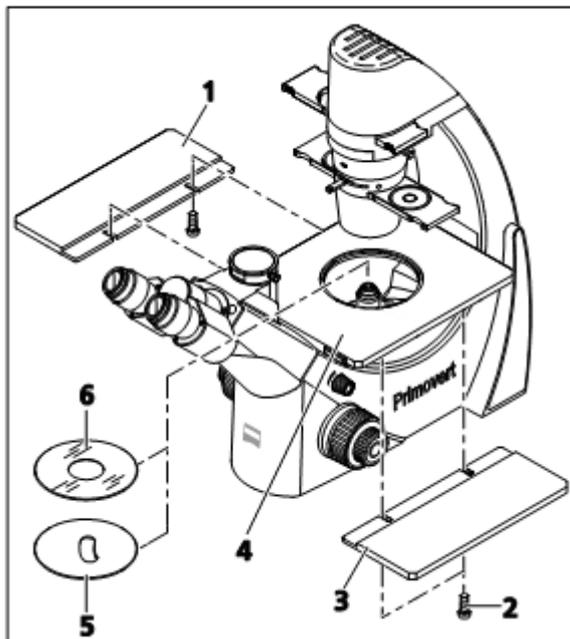

图 7 插入载物台嵌板和连接载物台扩展板
- 将金属嵌板（图 7/5）或玻璃嵌板（图 7/6）插入样本载物台，
- 如果载物台大小不够，可以将载物台扩展板（图 7/1 和 3）添加到左边和右边。可以从下面将载物台扩展板连接到载物台（图 7/4）上，然后使用交货时提供的两个滚花螺钉（图 7/2）将其固定。